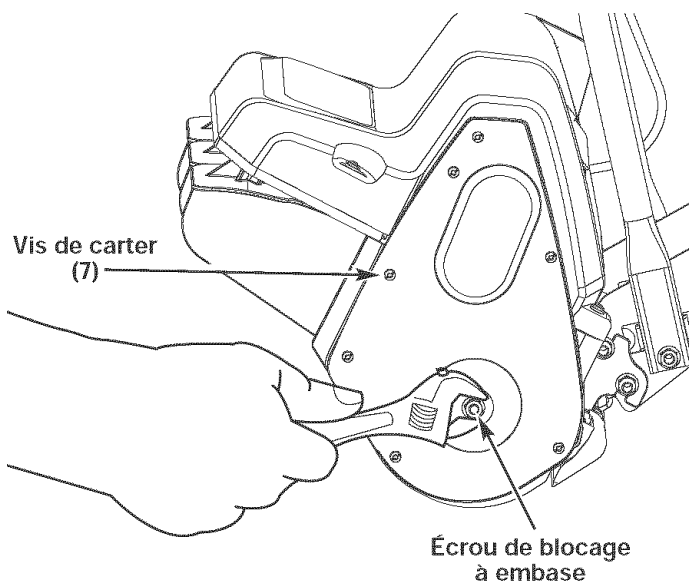

Fig. 9
1. Enlevez l'écrou de blocage à embase du carter de courroie à l'aide d'une clé ou d'un tourne-écrou (Fig. 9).
2. Retirez les sept (7) vis, qui retiennent le couvercle du boîtier de la courroie, à l'aide d'un tournevis à lame plate ou d'une mèche no. T20 Torx (Fig. 9).